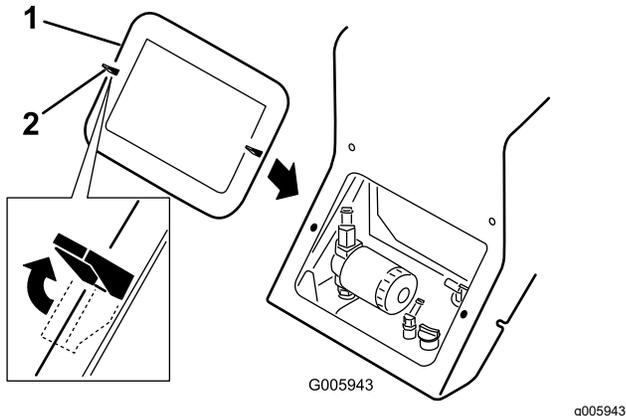

図 22
4. ロッキングタブ2枚 図 22を外す 図は上タブと左タブ